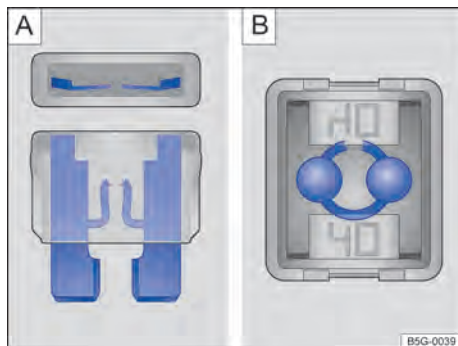

Fig. 178 Fusível queimado: **A**) fusível plano, **B**) fusível de bloqueio.
- Um *fusível plano* (ATO®, MINI®) queimado é reconhecido de cima ou de lado pela carcaça transparente nas faixas metálicas derretidas → Fig. 178 [A].
- Um *fusível de bloqueio* (JCASE®) queimado é reconhecido pelas faixas metálicas derretidas por cima da carcaça transparente → Fig. 178 [B].